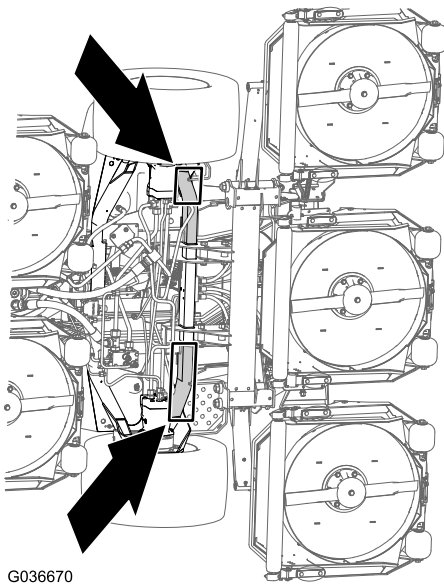

Figura 54
**Na parte dianteira da máquina** - na estrutura da máquina, à frente dos motores da transmissão da roda (Figura 54)